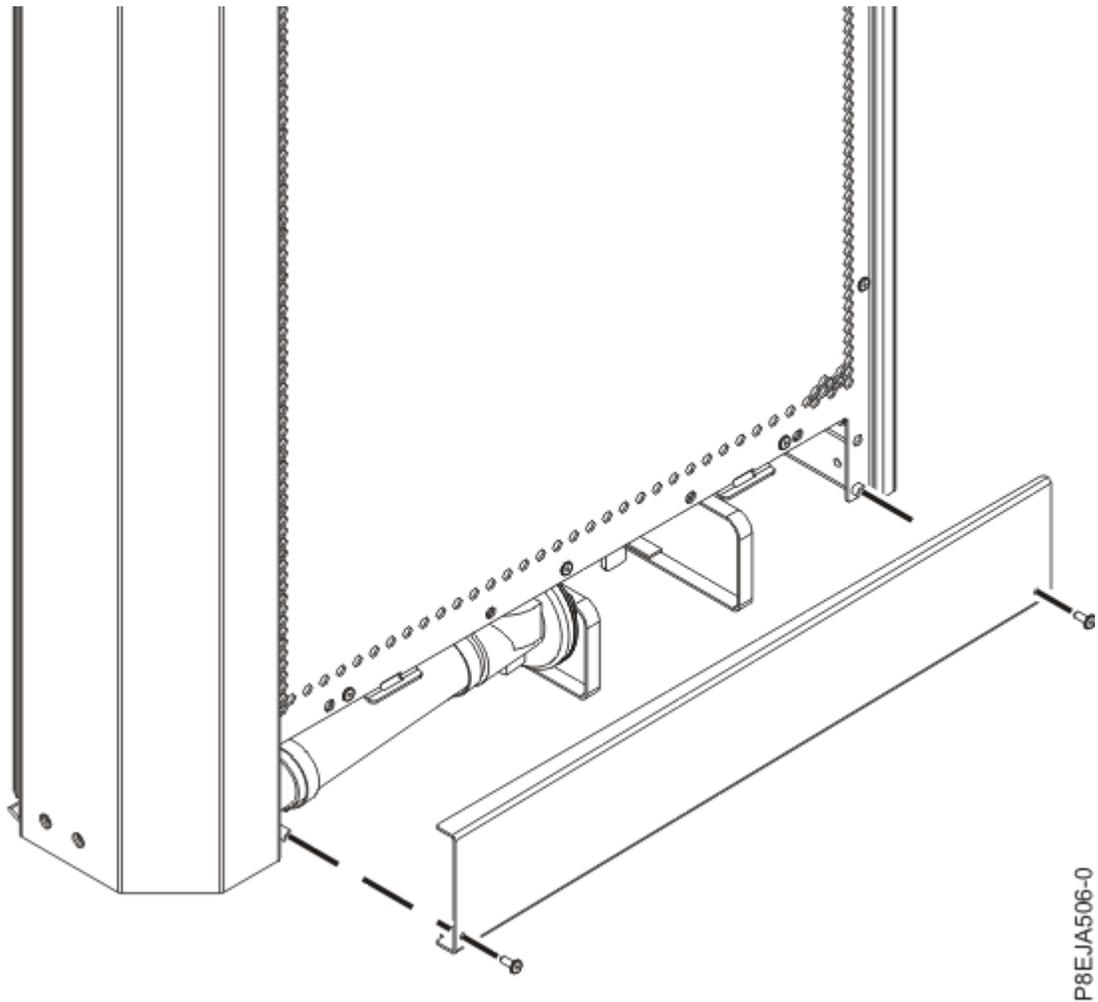

Abbildung 110. Äußere Schlauchabdeckung installieren
- b. Installieren Sie die äußere Schlauchzugangsabdeckung unten an der Außenseite des Wärmetauschers. Fügen Sie zwei M6-Schrauben hinzu (siehe Abbildung 110 auf Seite 162). Ziehen Sie die Schrauben mit einem Drehmomentschraubendreher bis auf $2,5 \text{ Nm} \pm 0,2 \text{ Nm}$ an.